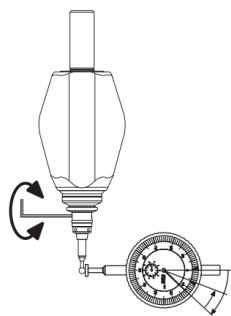

Fig. 3
- Ruotare il mandrino con il tester 3D di 180° e il comparatore indicherà la deviazione dell'asse X (Fig. 3, come mostrato nella figura, la lettura dell'indicatore è 0,12 mm).